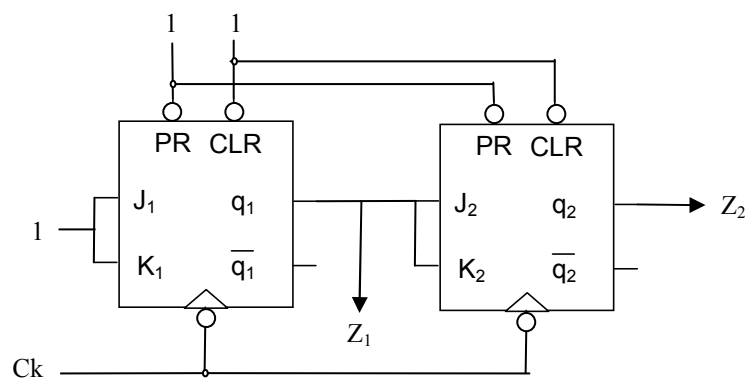

Figura 1
2. Realice un esquema sobre la Figura 5, que indique cómo va a montar el circuito descrito en la Figura 1 del estudio teórico. Se pide que indique claramente dónde va a colocar entradas y salidas y cómo conectará los biestables.